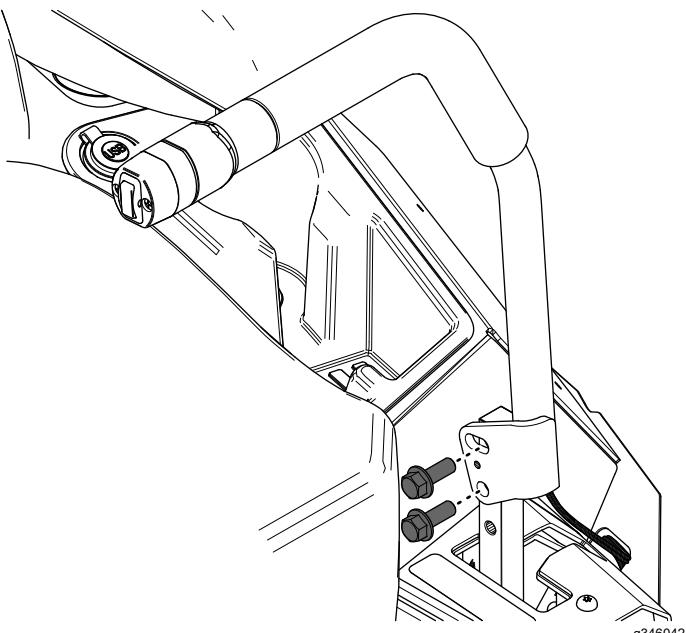

Figure 7
1. Fixez le nouveau levier de commande de déplacement gauche à l'aide des 2 boulons à embase ($\frac{3}{8}$ " x 1") retirés précédemment, comme à la Figure 7.